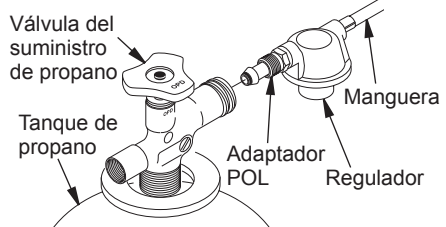

Figura 2 - Conexión del calentador al tanque de propano
1. Apriete con una llave la tuerca del conector de combustible en la válvula del tanque de propano (consulte la figura 2). Gire la tuerca del conector de combustible en sentido contrario a las manecillas del reloj para apretarla. Las roscas aprietan hacia la izquierda.